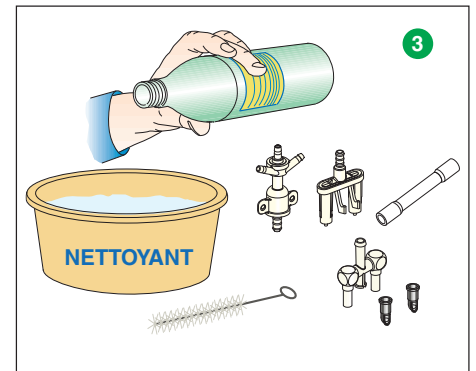

Fig. 4
- 3 À l'aide d'une petite brosse, nettoyer tous les composants des distributeurs à lait et à café dans une solution nettoyante. (Fig. 4)